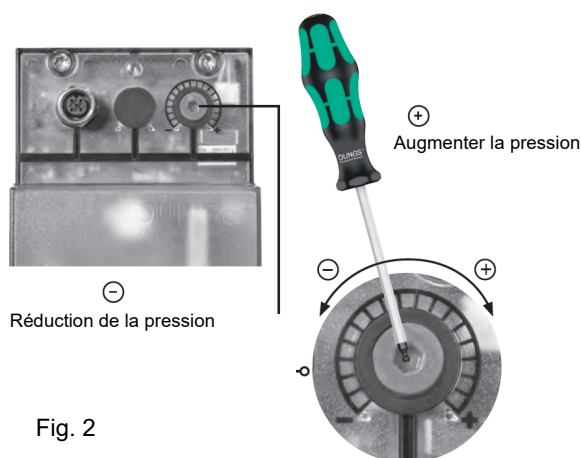

Fig. 2
1. Placer VD sur VB, fig. 2+3.